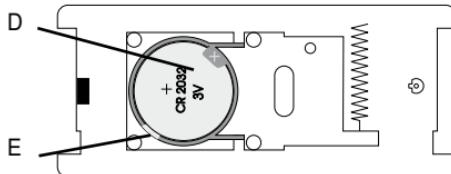

Bild 2: Batterifack dörrklockeknapp
- f) Om du vill byta ett batteri, ta bort det gamla med en liten platt skruvmejsel ur dess platshållare genom att försiktigt lyfta vid hörnen (bild 2 E). Sedan kan du lägga i ett nytt batteri. Beakta batteriets rätta polaritet.